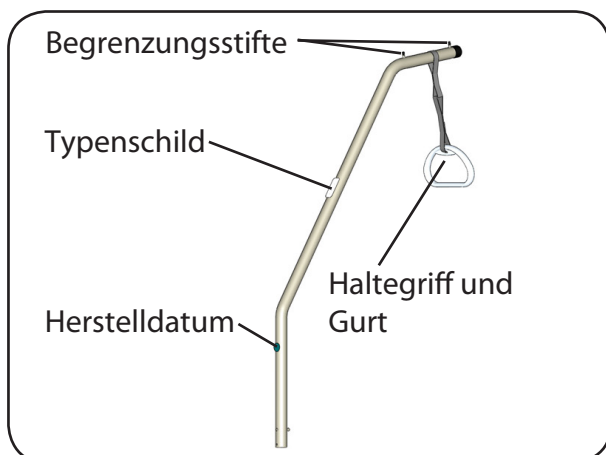

Abb. 6.5.01 - Aufrichter mit Haltegriff und Gurt
4. Positionieren Sie die Halteschleife des Gurtes zwischen den beiden Begrenzungsstiften am Aufrichter (Abbildung 6.5.01).